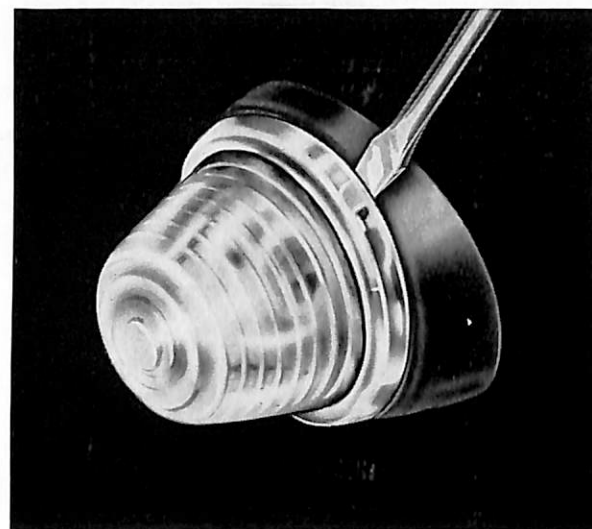

Bild 75. Demontering av sarg.
1. Lossa sargen med en skruvmejsel, bild 75.